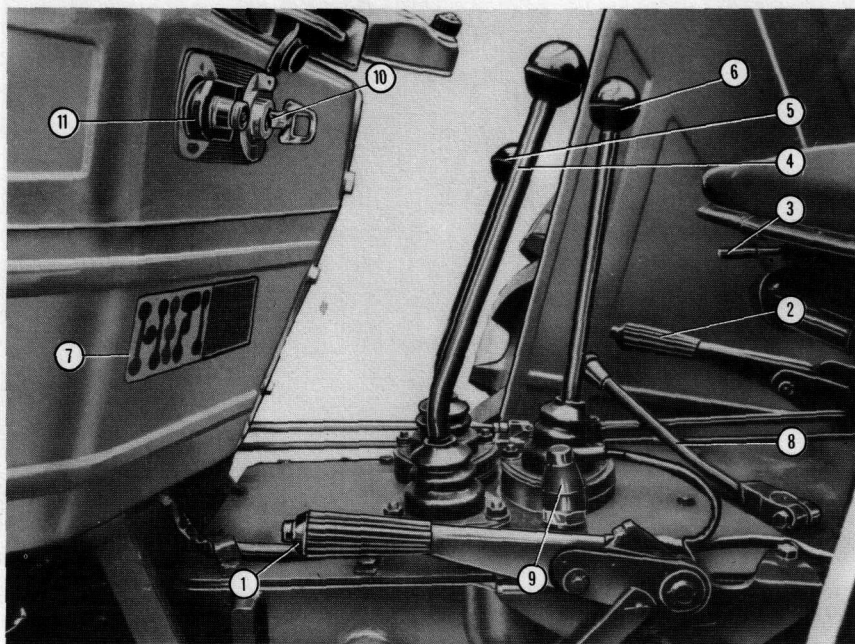

Fig. 6
- le frein à main soit tiré (2 fig. 6).
7. Baisser le levier du frein à main (2 fig. 6).
4. Tourner la clé de l'interrupteur général sur la position 0 et tirer le frein à main (2 fig. 6).
Le frein de stationnement, complètement indépendant des freins de service, est actionné lorsqu'on tire vers le haut le levier à main correspondant (2 fig. 6).
- actionner le levier (8 fig. 6) de façon à ce que il arrive à 540 ou 1000 tours/min;
N.B. - Le levier de sélection (540-1000 t/min) a une position intermédiaire (F) de point mort.